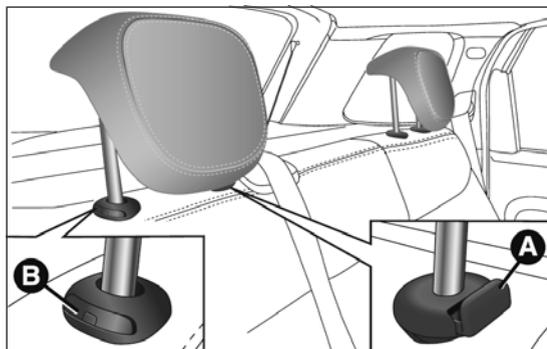

fig. 31
Réglage vers le bas : appuyer sur la touche A fig. 31 et baisser l'appuie-tête.
- appuyer sur les touches A et B fig. 31 à côté des deux supports, puis déposer les appuie-tête en les faisant coulisser vers le haut.